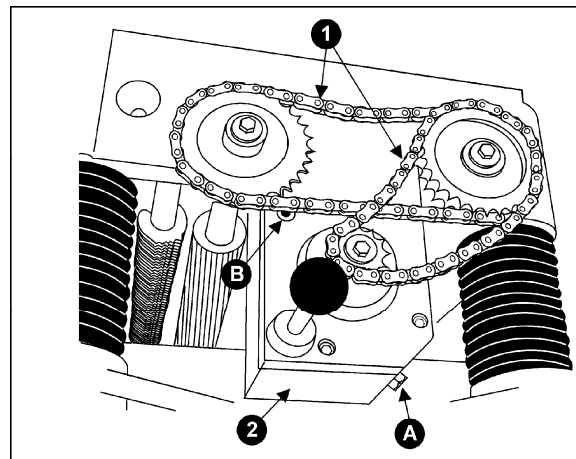

Figure 33
1. Déposez le robinet de vidange (A, Figure 33) à l'aide d'une clé de 14 mm et retirez le bouchon de remplissage (B-Figure 33). Vidangez complètement l'huile sale.
2. Serrez le robinet de vidange (A, Figure 33).
3. Remplissez avec du lubrifiant propre à travers un orifice (B, Figure 33).
4. Serrez le bouchon de remplissage (B, Figure 33).